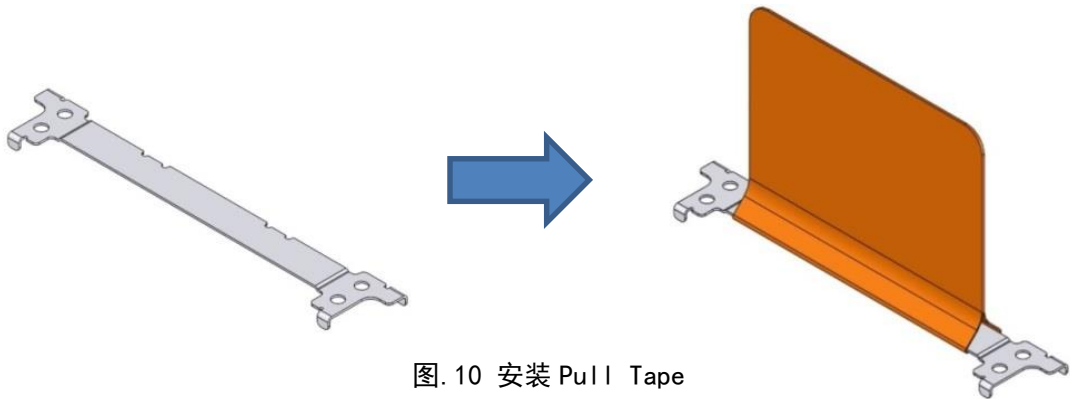

图. 10 安装 Pull Tape
① 如图. 10 所示，在 Pull Tape Holder 上粘贴 Pull Tape。